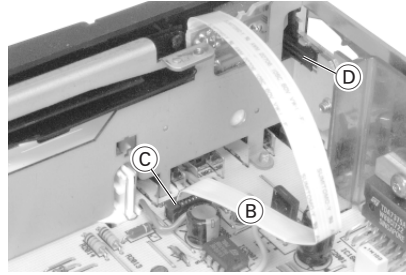
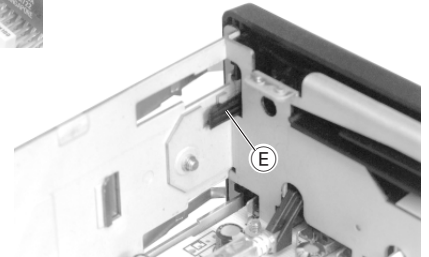

Fig. 2
Fig. 3
- Flachbandleitung **B** aus dem Stecker **C** herausziehen (Fig. 2).
- 2 Rastnasen **D** (Fig. 2) und **E** (Fig. 3) ausrasten und Frontblende abnehmen.